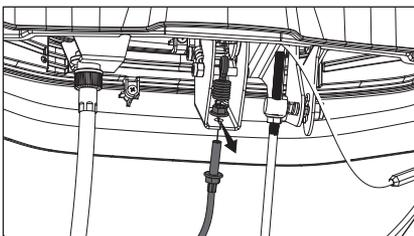

Figure 85
8. Retirez le câble du support. (Fig. 85)